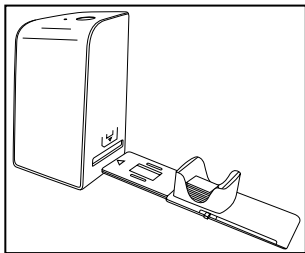

Figura 2
- ◆ Introduza primeiro o carregador de diapositivos **6** com a janela de visualização na abertura direita **4**. Ao fazê-lo, verifique se a marcação triangular está virada para a frente e visível (ver figura 2).